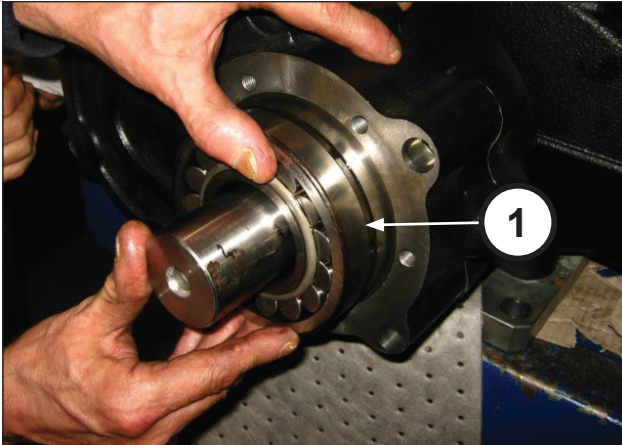

Abb. 80
Setzen Sie das Lager 60x130x46 am Ritzel ein (Pos. ①, Abb. 80).